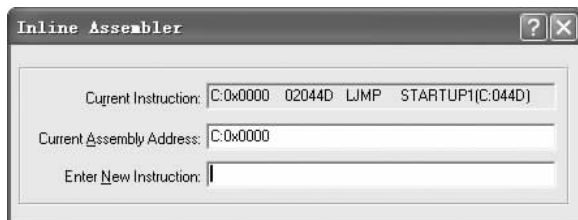

图 2-8 Inline Assembler 对话框
①快捷菜单第一栏。该菜单第一栏中共有三个选项,用于选择窗口内反汇编内容的显示方式。选择 Mixed Mode 选项,系统采用高级语言与汇编语言混合方式显示;选择 Assembly Mode 选项,系统采用汇编语言方式显示;选择 Inline Assembly 选项,系统用于程序调试中的“在线汇编”。使用“在线汇编”时,先将光标定位在反汇编窗口中的希望行上,再选择该选项弹出如图 2-8 所示对话框,其中 Current Instruction 文本框显示的是指定行当前的汇编指令,Current Assembly Address 文本框显示的是当前指令行的地址,在 Enter New Instruction 文本框中可以输入汇编语言指令,完成后按 Enter 键,新输入的指令将取代指定行上原来的指令,实现“在线汇编”功能。